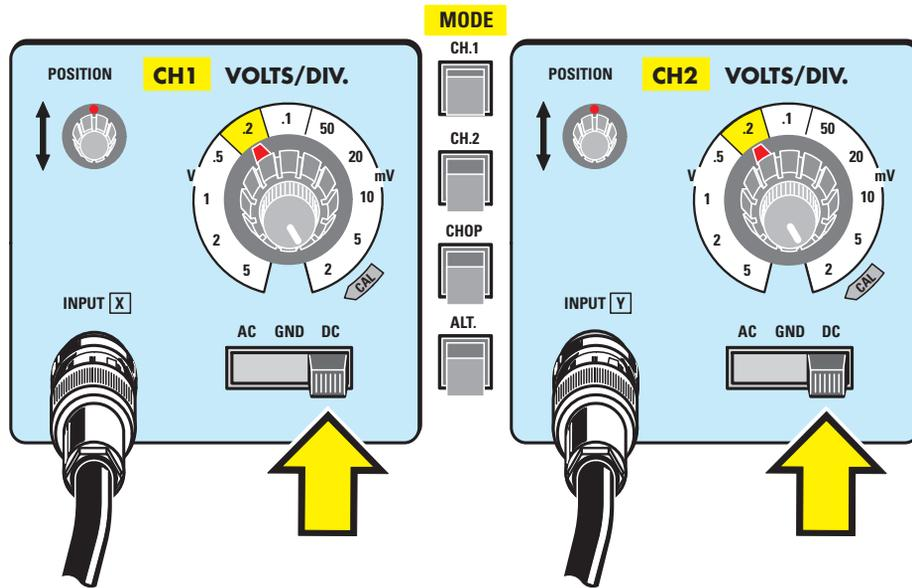
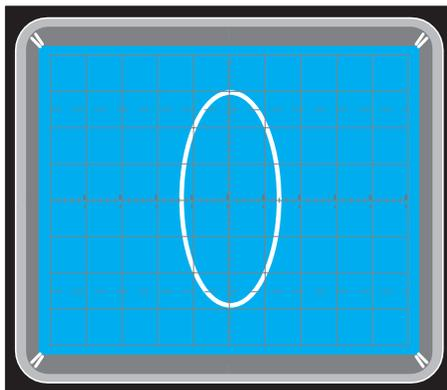
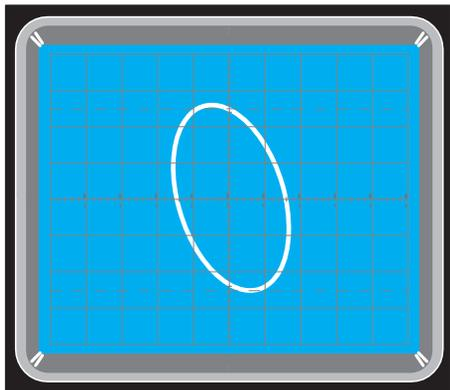

Figure 6: Quand ce point est obtenu, placez les deux boutons CH1-CH2 sur 0,2 V/div, puis mettez l'inverseur AC-GND-DC sur DC.
Figure 8: Quand on tourne le bouton de R6 on obtient une ellipse qu'on peut élargir ou rétrécir.
Figure 10: Pour faire varier l'inclinaison de l'ellipse, il suffit de tourner le bouton de R6 contrôlant l'entrée X de l'oscilloscope.
Pour obtenir les figures de Lissajous vous devez appliquer le signal prélevé sur le circuit que vous venez de construire aux deux entrées X-Y de l'oscilloscope, CH1 et CH2 (voir figure 6). Activez ensuite la fonction X-Y de l'oscilloscope : sur certains modèles, cela se fait en plaçant le bouton Time/div sur X-Y (voir figure 4) ; sur d'autres en pressant un poussoir X-Y (voir aussi figure 4).
Tournez alors le bouton des deux sélecteurs Volts/div des canaux CH1-CH2, pour régler les deux sur 0.2 Volts/div (voir figure 6). Puis positionnez l'inverseur AC-GND-DC des deux canaux CH1-CH2 sur DC (voir figure 6).
Ce sont en effet les figures les plus simples que permet d'obtenir notre circuit. Quand l'oscilloscope est dûment configuré, comme le montre la figure 6, alimentez le circuit EN1612 et tout de suite apparaît à l'écran une figure elliptique (voir figure 8). Si vous tournez convenablement le potentiomètre R4 (Y), vous modifierez l'ellipse dans le sens vertical ; avec R6 (X) vous modifierez son inclinaison de gauche à droite et vice versa (voir figures 10 et 11).
Très probablement ces figures ne seront pas stables : elles tourneront plus ou moins vite sur elles-mêmes ; cette rotation se produit quand la fréquence du générateur n'est pas exactement un multiple de la fréquence de 50 Hz prélevée sur le secondaire du transformateur T1 (en effet, pour obtenir ellipse et cercle des figures 10, 11 et 12, on se sert de la fréquence du secteur 230 V).